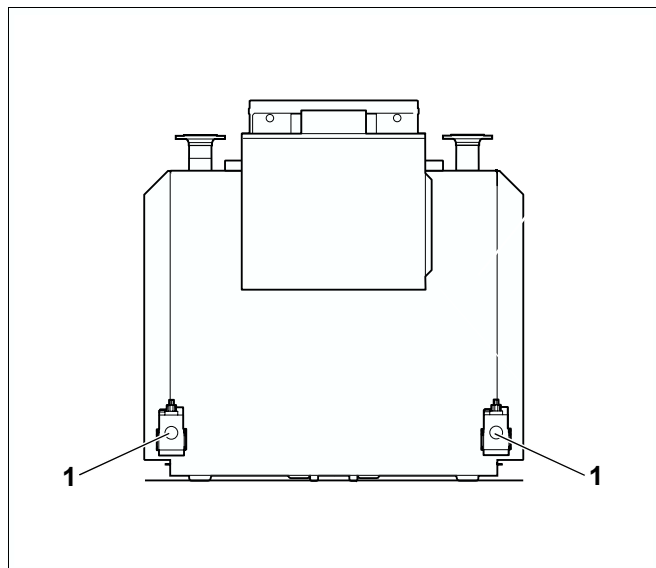

Рис. 3 Подключение газа (вид сзади)
- Без натяжения подключить газопровод к газовому вводу котла (рис. 3, поз. 1).